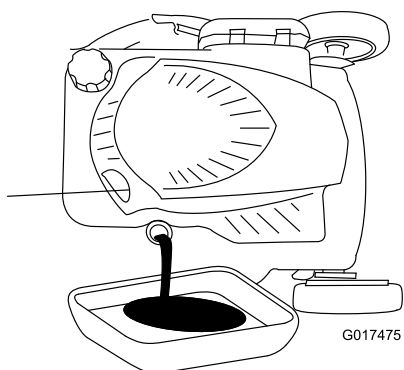

Figure 25
3. Inclinez la machine sur le côté (jauge en bas) pour vidanger l'huile usagée par le goulot de remplissage (Figure 25).